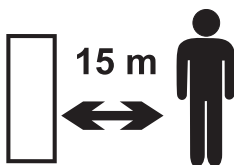

Fig. 1 – Distância de segurança
- Sempre mantenha pessoas e animais afastados da área de uso do soprador (Fig.1), pelo menos a uma distância de 15 metros ao redor;